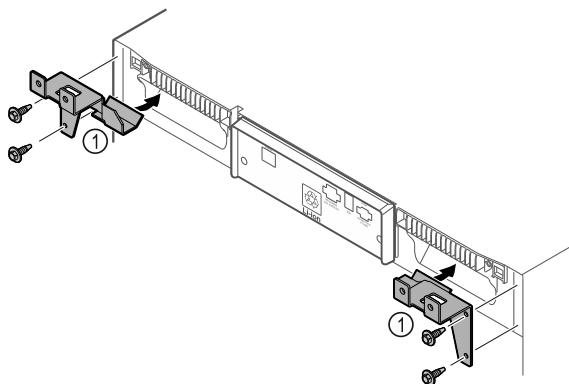

Fig. 10
- Pritvirtinkite laikančiasias dalis Fig. 10 (1) savivriegiais varžtais prie prietaiso.